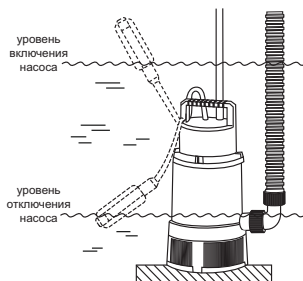

Рис. 3
6.5. Поплавковый выключатель автоматически включает и отключает насос в зависимости от уровня отводимой воды. Моменты срабатывания поплавкового выключателя при меняющемся уровне отводимой воды зависят от длины свободного участка его кабеля. Длина свободного участка кабеля подбирается на месте эксплуатации насоса, таким образом, чтобы исключить работу насоса "всухую", без воды, т.е. чтобы отключение насоса происходило до того как уровень отводимой воды опустится до водозаборных отверстий, расположенных на дне его насосной части. Зафиксировав кабель поплавкового выключателя в фиксаторе на рукоятке насоса, можно, регулируя длину его свободного участка, менять тем самым уровни воды, при которых включается и отключается насос (рис. 3). Увеличение длины свободного конца кабеля приводит к увеличению интервала между включением и отключением насоса. Уменьшение длины свободного конца кабеля приводит к уменьшению этого интервала.